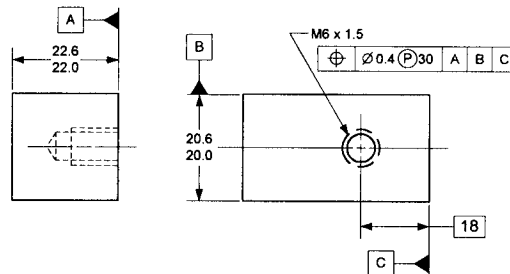

Figura 5
27. En la Figura 5, la zona de tolerancia para el barreno machuelado se proyecta . . .